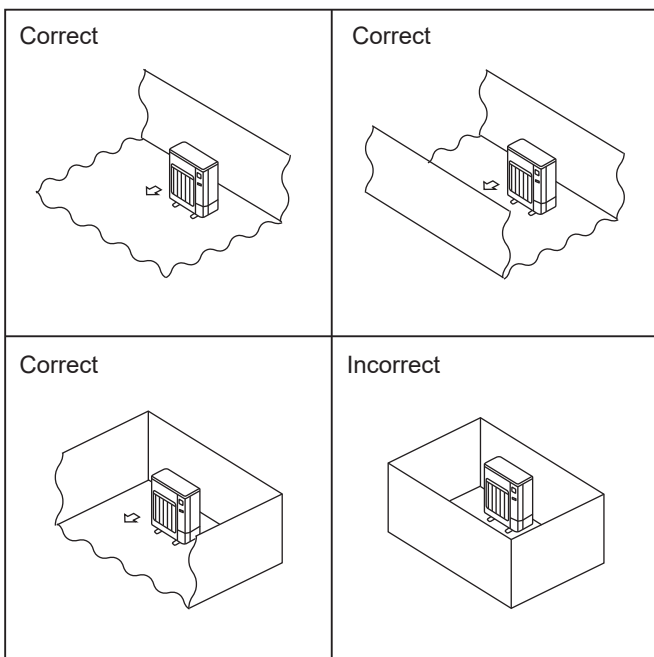

Fig. 2-1
- © Installer l'appareil extérieur à un endroit où l'une des quatre faces au moins est libre, et dans un espace suffisamment grand sans dépressions. (Fig. 2-1)